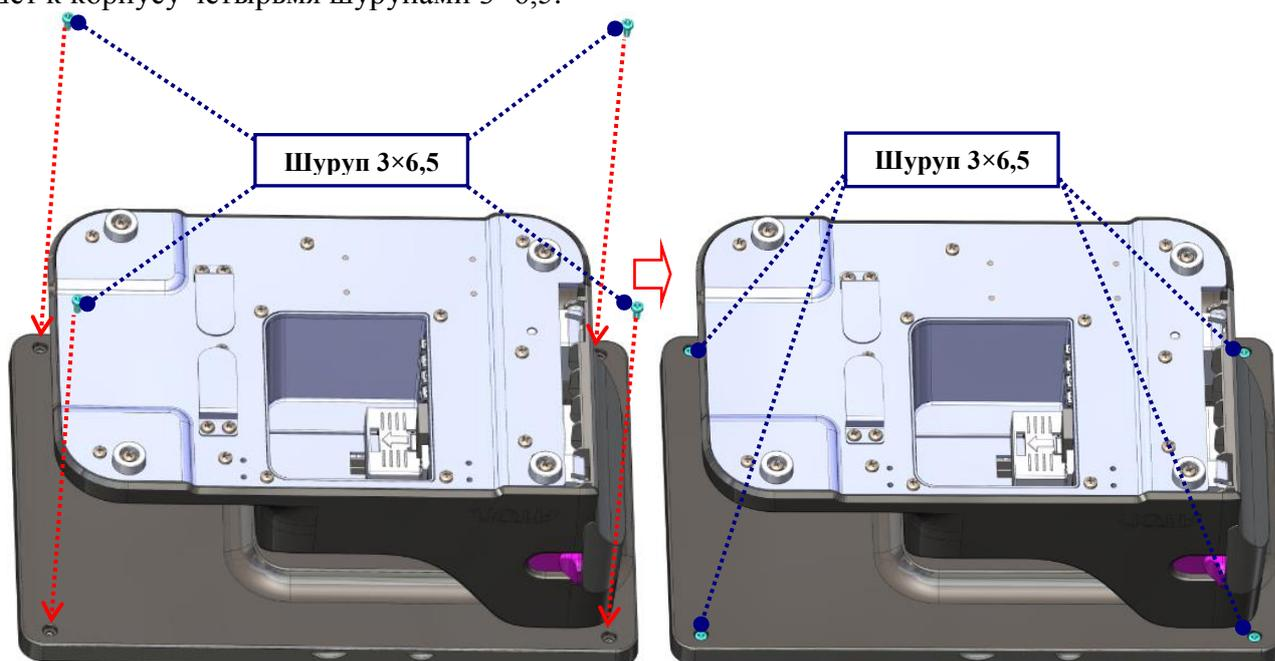

Рисунок 5.2 Фиксация планшета.
5.2 Аккуратно переверните устройство АТОЛ 150Ф и установите на рабочем месте планшетом вниз (см. рис. 5.2), предварительно подложив под рабочую поверхность мягкую ткань. Зафиксируйте планшет к корпусу четырьмя шурупами 3×6,5.